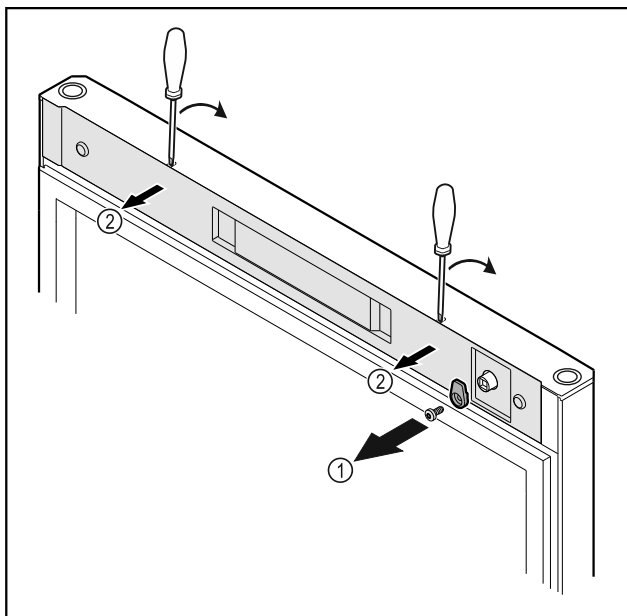

Fig. 18
- Desatornillar el gancho de cierre Fig. 18 (1).
- Desencajar la cubierta Fig. 18 (2) con un destornillador pequeño y retirarla.